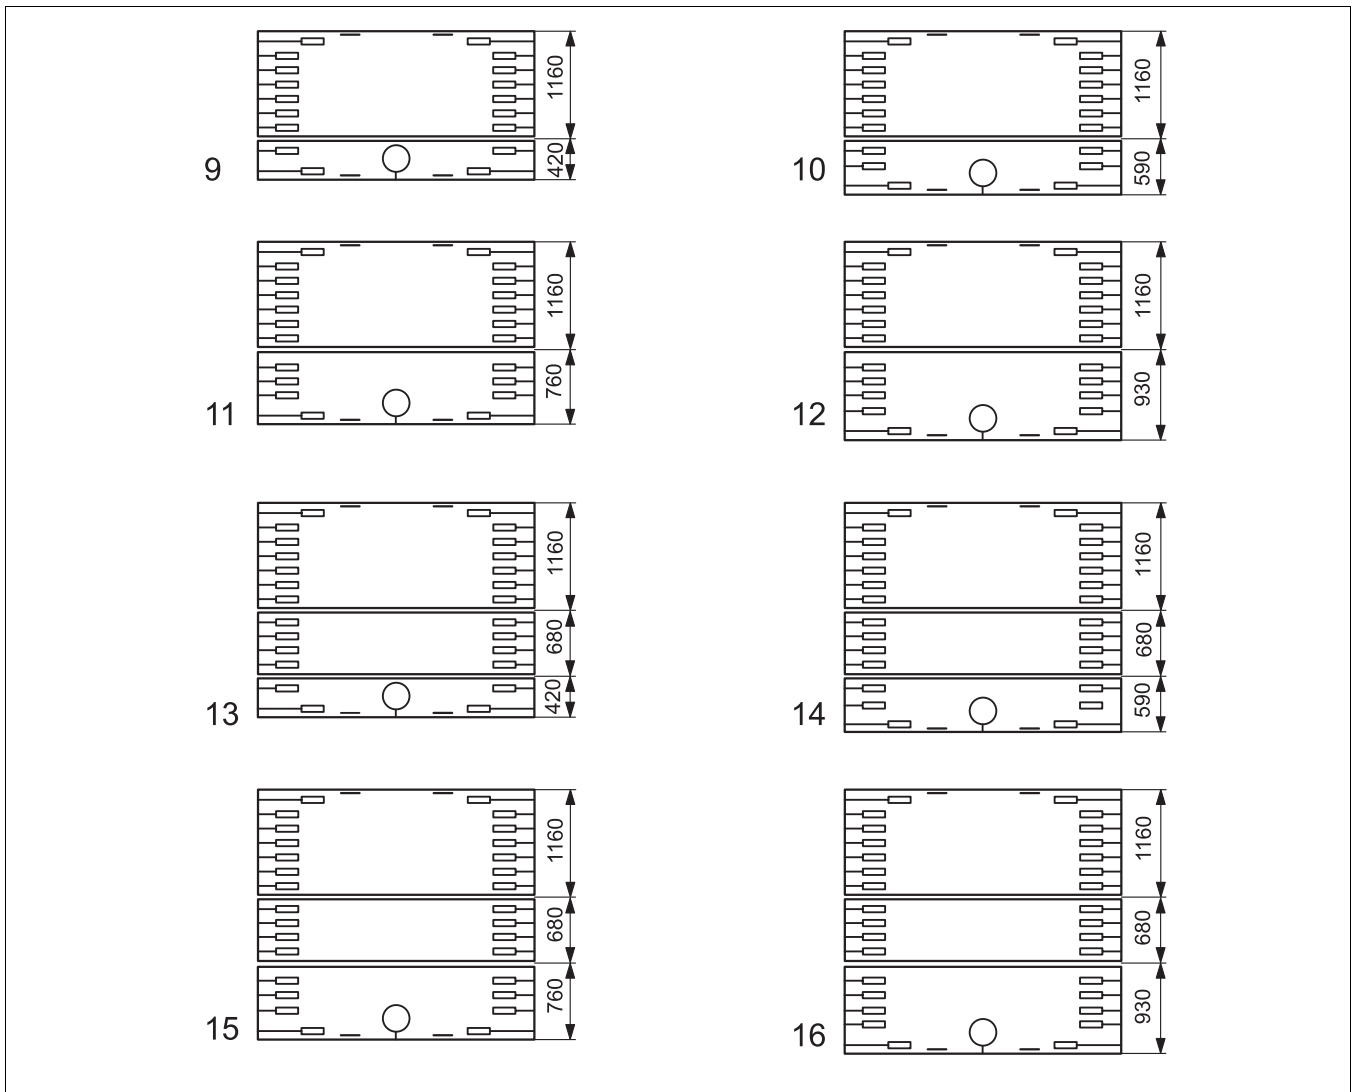

Fig. 38 Isolamento termico per le varie grandezze caldaia (misura in mm)
- ▶ Disporre l'isolamento termico sul blocco caldaia secondo lo schema riprodotto in → fig. 38 (le cifre indicate a sinistra dei blocchi caldaia, rappresentati dall'alto, corrispondono al numero degli elementi).